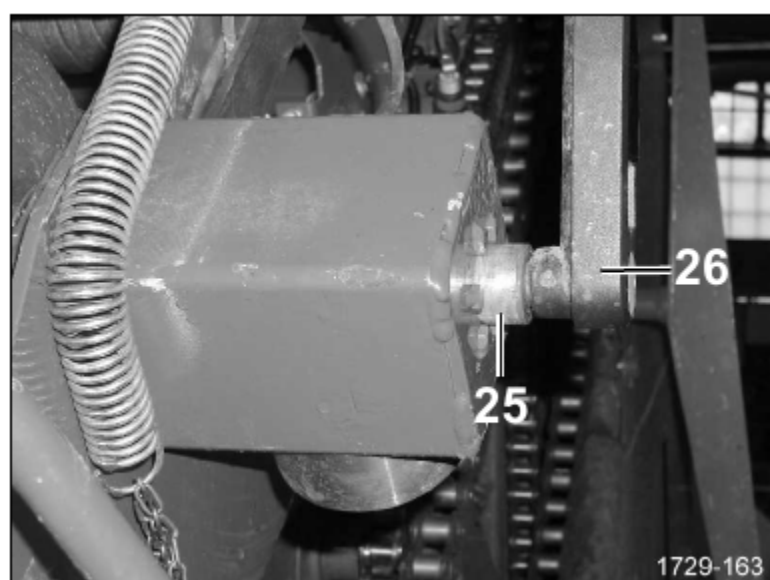

Рисунок 45
(Рис. 45) Проверните натяжной шпindel до тех пор, пока между втулкой (25) и рукояткой (26) кривошипа не останется зазор прибл. осталось 2 мм.